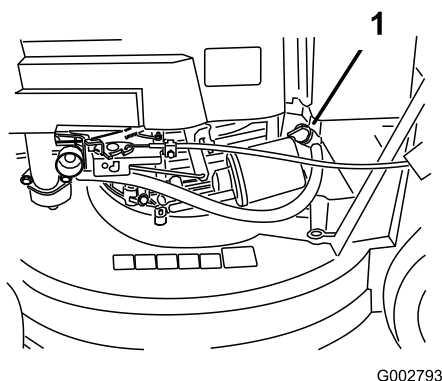

Figura 14
2. Aprite la valvola del carburante (Figura 14)